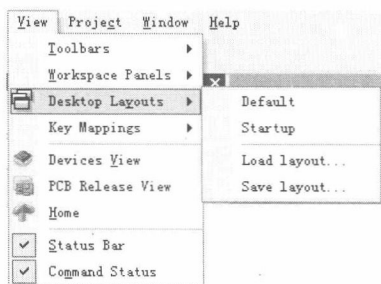

图 1-7 “View”菜单
“View”（视图）菜单主要用于工具栏、工作窗口视图、命令行以及状态栏的显示和隐藏，如图 1-7 所示。
◆ “Toolbars”（工具栏）命令：用于控制工具栏的显示和隐藏。单击一次开启，再单击一次则关闭打开的工具栏，如图 1-7 所示。
- ◆ “Desktop Layouts”（桌面布局）命令：用于控制桌面的显示布局，其级联菜单如图 1-7 所示。